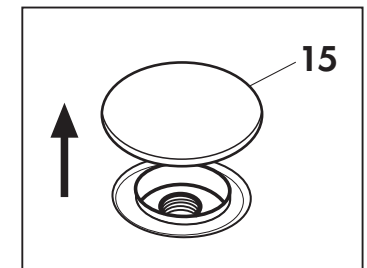

Fig. 4
Introducir agua de grifo o detergentes no espumosos en el depósito al efecto levantando el tapón (15) (Fig. 4)